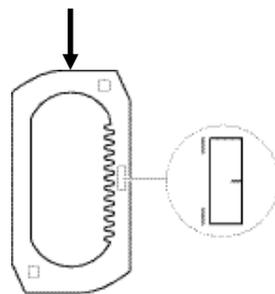

Bild 2-7: Zahnstange bei Bandseite links
- **Zahnstange gemäss Bandseite des Fensters einsetzen** (Bild 2-7 und 2-8) und **ganz nach unten an den Anschlag schieben** (**Oberlichter** siehe unten).